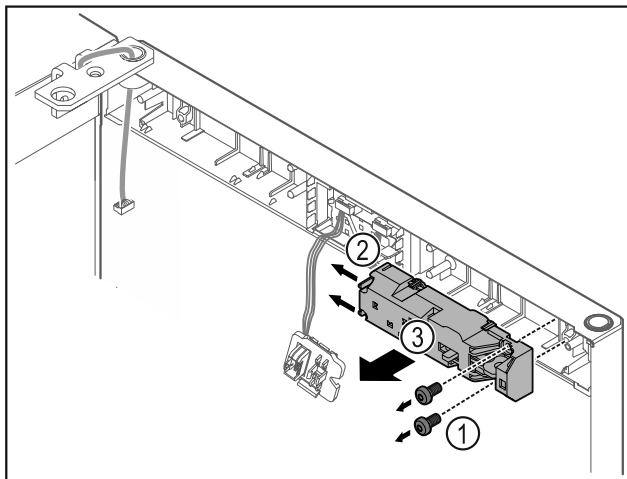

Fig. 22
- Wyciągnąć śruby Fig. 22 (1).
- Nacisnąć zaczepy Fig. 22 (2) do boku i zdjąć zdalną blokadę Fig. 22 (3).